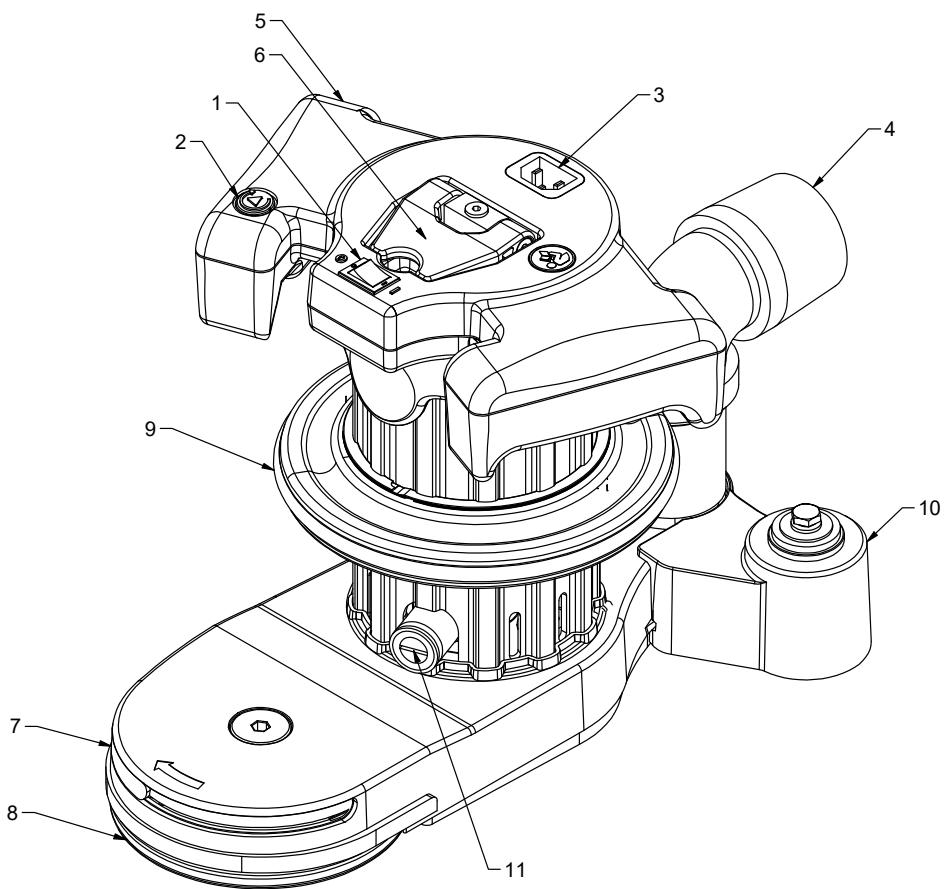

Figura 1
- Asegúrese de que el interruptor de control esté en la posición de apagado y, luego, conecte el cable de alimentación a un circuito con fusible con conexión a tierra. Conecte el cable de alimentación en el receptáculo del cable de alimentación (Figura 1).
- Con la máquina en posición reclinada, coloque el interruptor de encendido/apagado en la posición de encendido (Figura 1).